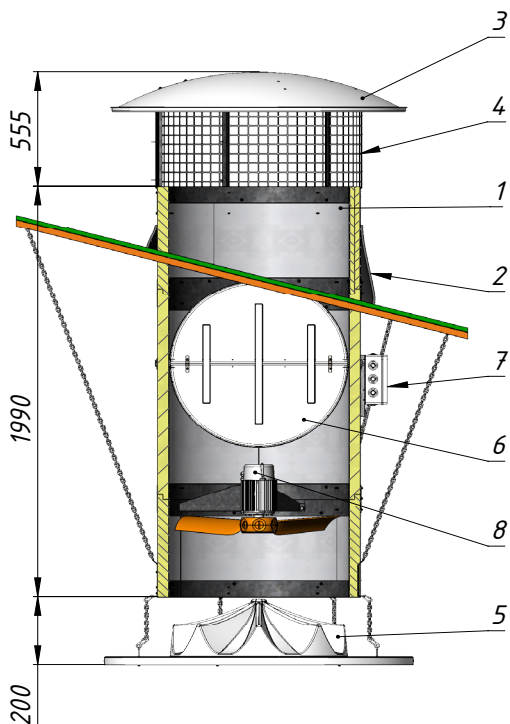

Рис. 9 - Устройство и габаритные размеры камина VBA с управляемым клапаном
3.14 Габаритные размеры приточного вентиляционного камина типа VBA без секции подмешивания с управляемым клапаном (Рис. 9).